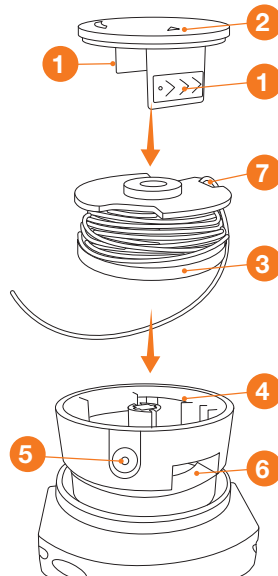

Рис. 14
1. Для разборки головки необходимо надавить на язычки 1 крышки 2 в пазах головки (Рис. 14).